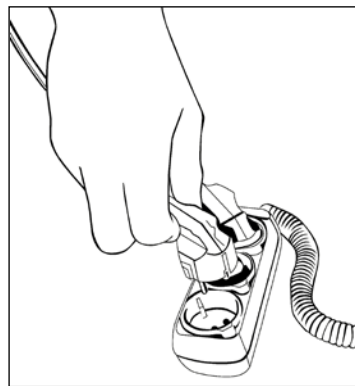

Рис.5 Подключение к сети
5. Подключить станцию к электрической сети (рис.5).